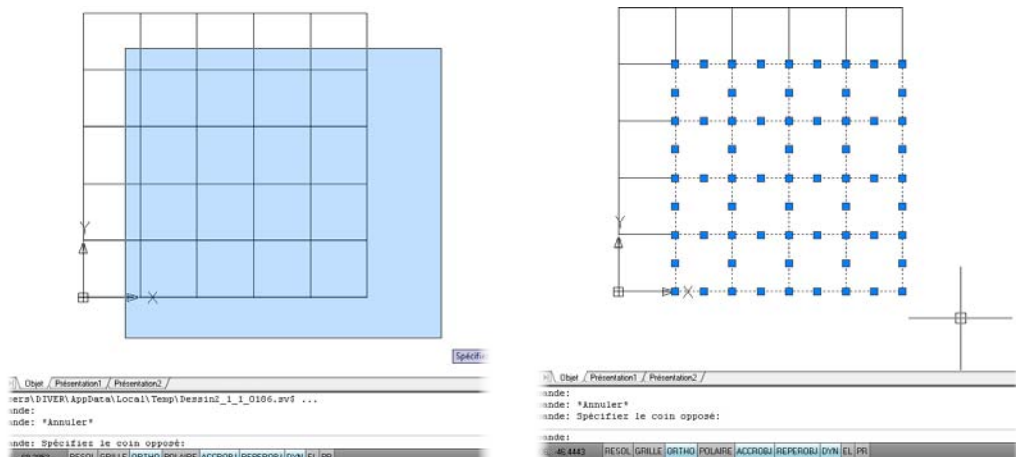

Figure 2.75
- La sélection en mode Fenêtre (voir Figure 2.75) : ne s'applique qu'aux objets entièrement inclus dans le rectangle. Le contour du rectangle vert est en pointillés.